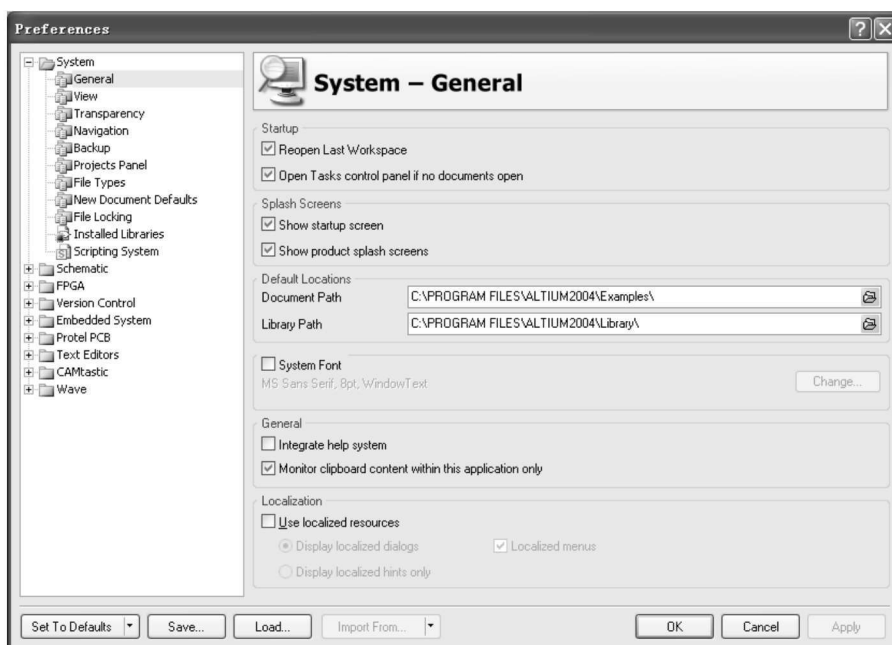

图 1-14 Protel 系统参数设置对话框
② Preferences: 该选项用来帮助用户定义系统环境, 单击该选项会出现如图 1-14 所示的 Protel 系统参数设置对话框。在该对话框中可以设置 Protel 工作状态, 如启动时是否打开最近编辑的一个设计项目、是否显示启动屏幕、更改系统字体等。